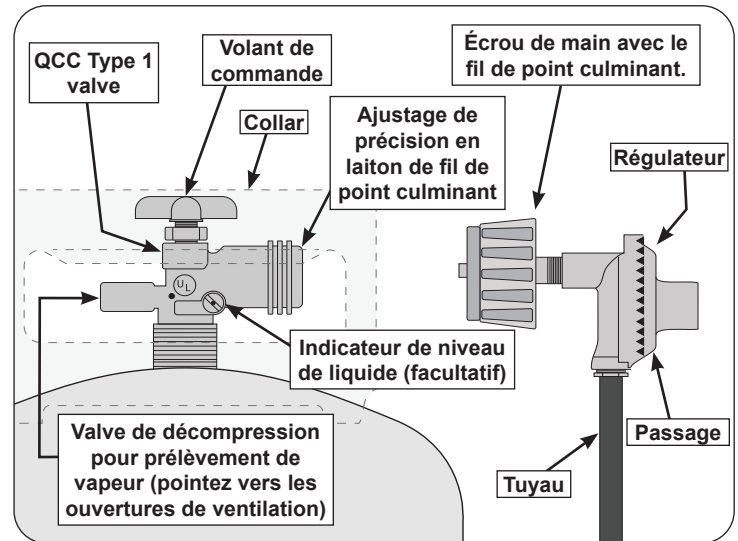

Fig. 8-1 Type coupleur de fil de point culminant d'I
- La bouteille utilisée doit comporter un collier pour protéger le robinet de la bouteille. Le système d'alimentation de la bouteille doit être conçu pour le retrait de la vapeur. Voir Fig. 8-1.
- Lorsqu'il est utilisé avec une bouteille, le système d'alimentation en gaz doit être utilisé avec un régulateur de pression. L'ensemble régulateur et le tuyau de pression (Fig. 8-1) fourni avec cet appareil de gaz à l'extérieur (**certains modèles LP seulement**) doit être utilisé. Les régulateurs de pression d'origine et de remplacement et les ensembles de tuyaux doivent être ceux spécifiés par le fabricant pour la connexion avec un dispositif de connexion de bouteille identifié comme Type I par l'ANSI Z 21.58/CGA 1.6 et doivent être conformes à UL 144 en tant que partie du gaz propane autonome système d'alimentation (voir la liste des pièces pour les informations de commande).
**Pour déconnecter:** tournez l'écrou à main dans le sens antihoraire jusqu'à ce qu'il soit détaché (Fig. 8-1)